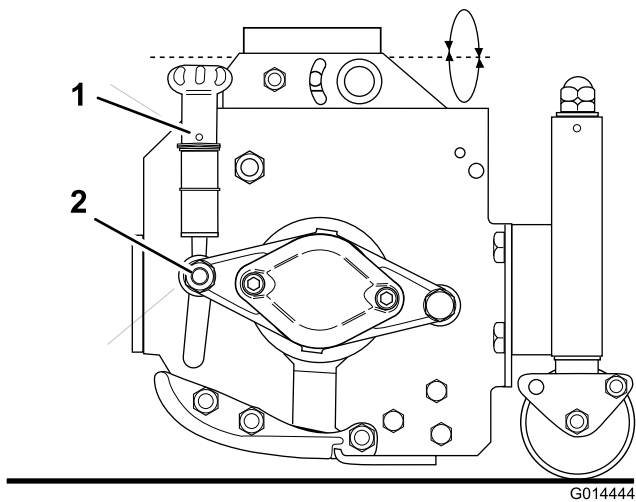

Figure 72
3. Si un réglage est nécessaire, procédez comme suit, desserrez l'écrou (Figure 72) de 1/4 de tour aux deux extrémités.
4. Tournez le volant (Figure 72) d'une butée à l'autre alternativement tout en tournant le cylindre de coupe vers l'arrière jusqu'à ce que la lame inférieure soit en léger contact avec le cylindre sur toute la longueur.
6. Serrez l'écrou (Figure 72) aux deux extrémités.